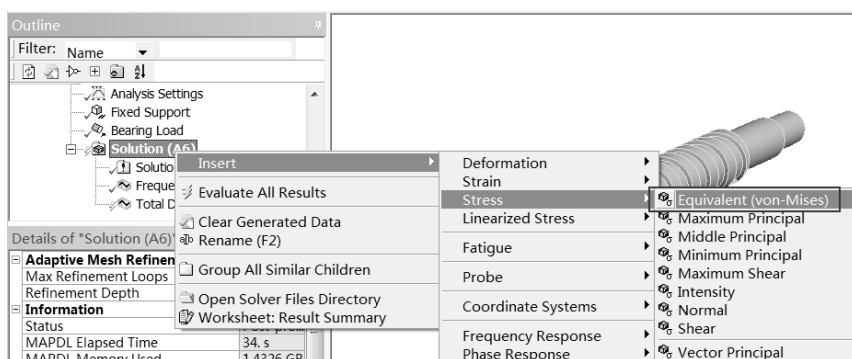

图 7-88 添加应力结果
Step3 : 在 Outline 栏中的 Solution(A6)选项上右击, 在弹出的快捷菜单中选择 Insert Stress Equivalent (varMises) 命令, 添加应力结果, 如图 7-88 所示。